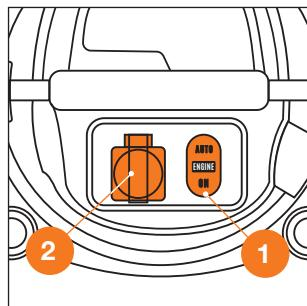

Рис. 15
Для удаления пыли и стружки, образующихся во время работы с электроинструментом, вставьте вилку инструмента в розетку ②, расположенную на крышке пылесоса и переведите переключатель ① в положение «AUTO». Двигатель пылесоса начнет работать через несколько секунд после пуска электроинструмента и отключится через несколько секунд после остановки электроинструмента (Рис. 15).